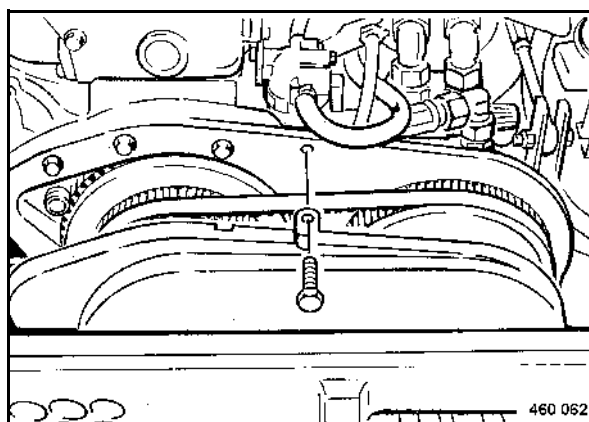

fig. 106
- Déposer le carter de protection (fig. 106).